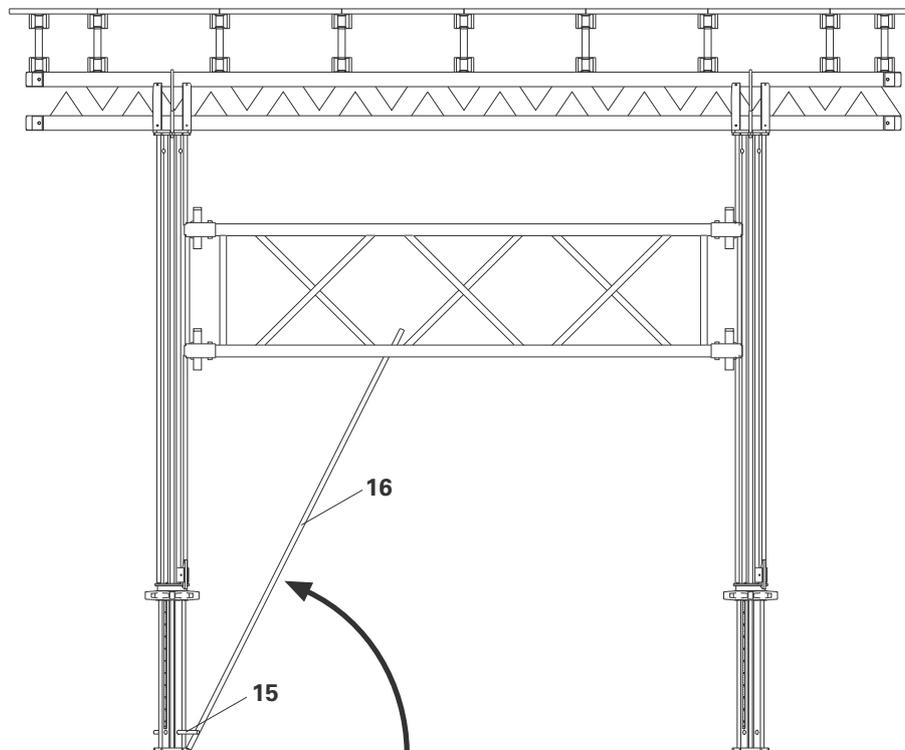

Fig. 46
1. Sett brekkjernet (15) i de nederste hullene i MULTIPROP støttene.
2. Flytt dekkebordet med stengene (16).
- (Fig. 46)